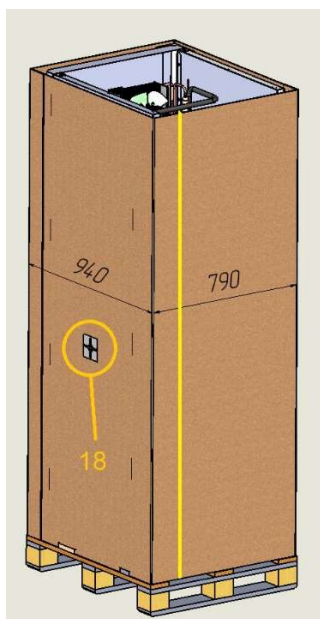

Рис. 3
4. Разрезать упаковку по короткой стороне (790 мм) без маркировки центра тяжести (18) - рис.3.